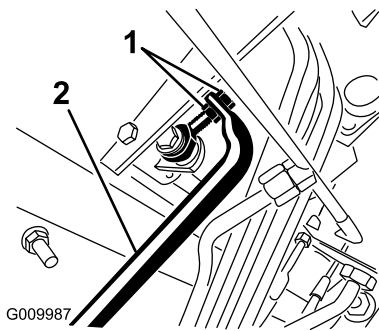

Рисунок 112
5. Отрегулируйте контргайки на торце штока насоса, переместив трубку управления насосом вперед, чтобы машина не «ползла» вперед, или назад, чтобы машина не «ползла» назад (Рисунок 112).